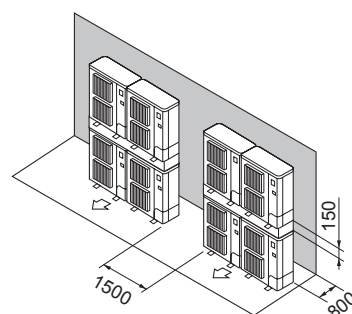

Fig. 2-18
- ⑦ Rozmístění jednotek na sebe (Fig. 2-18)